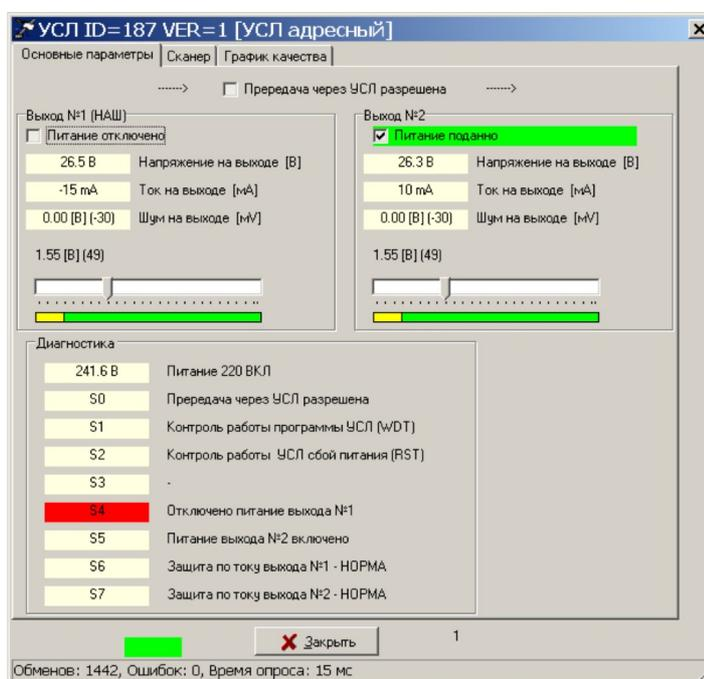

Рисунок 23
- 3) Снять галочку «Питание отключено» для соответствующего канала. Появится сообщение «S4 – Отключено питание выхода» (рисунок 23).
- 2) Проверить отображение значения тока во втором канале «Ток на выходе», которое должно быть 0 ± 20 мА (рисунок 23).